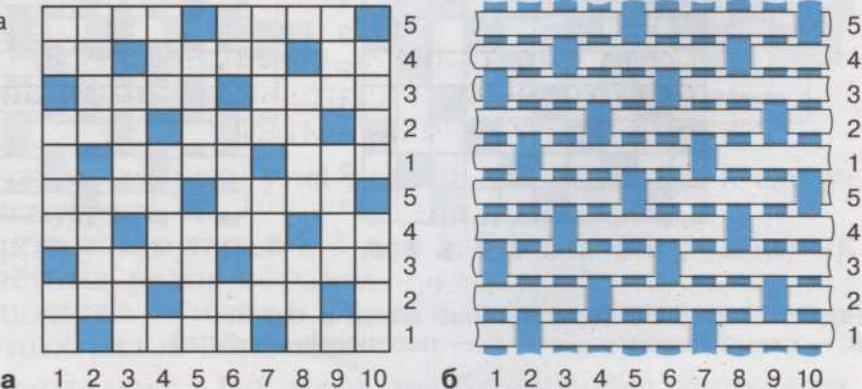

Рис. 7. Сатиновое переплетение нитей в ткани:
Сатиновое переплетение относят к простым видам ткацких переплетений. Оно имеет большую плотность по утку, так как в этом переплете одна нить утка перекрывает четыре нити основы через одну нить (рис. 7).
3. Рассмотрите рисунок 7, выполните образец сатинового переплетения из бумаги и оформите его в альбом.